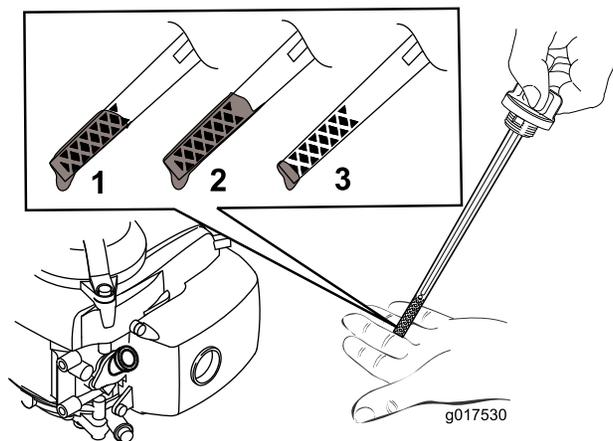

Figure 5
- Retirez la jauge (Figure 5).
Remarque: Versez de l'huile dans le carter moteur jusqu'à ce que la jauge indique le niveau correct, comme montré à la Figure 5. Si vous remplissez excessivement le carter moteur, vidangez l'excédent d'huile comme expliqué sous Vidange de l'huile moteur \(page 15\).